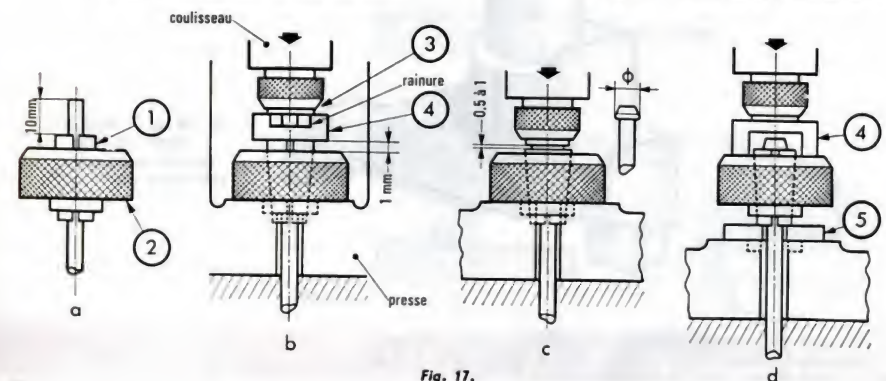

Fig. 17.
Opération I : Introduire la pince (1) correspondant au diamètre du tube dans le manchon de serrage (2) en évitant de l'enfoncer. Engager par dessous le tube dans la pince en le faisant dépasser de 10 mm environ (fig. 17 a).
Opération II : Placer sur la presse le manchon avec la pince et le tube. Intercaler, entre la face supérieure de la pince et la face du poinçon, la rondelle (4) dont la rainure est dirigée du côté poinçon (fig. 17 b).
Opération III : Descendre le coulisseau et serrer énergiquement pour que la pince (1) soit solidement enfoncée dans le manchon de serrage (2). La face inférieure de la rondelle (4) doit être à 1 mm environ du manchon (2) (fig. 17 b).
(1) Ne pas scier pour éviter la limaille.
Opération V : Redescendre le coulisseau afin de refouler l'extrémité du tube qui formera cône. La face inférieure du poinçon (3) doit être à 1 mm environ de la pince (1) (fig. 17 c).
Opération VI : Remonter le coulisseau suffisamment haut pour pouvoir placer la rondelle fendue (5) sous la pince et la rondelle (4) sur le manchon de serrage, la rainure orientée vers la pince. Manœuvrer ensuite le coulisseau jusqu'à ce que la pince s'enlève du manchon de serrage (fig. 17 d).